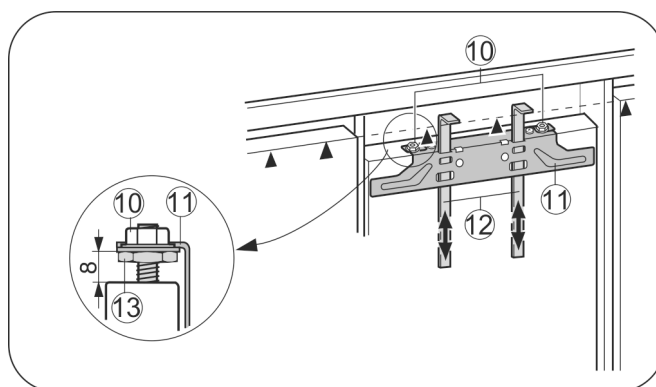

Fig. 17
- ▶ Montagehulpstukken Fig. 17 (12) op kastdeurhoogte omhoog schuiven. Onderste aanslagkant ▲ van het montagehulpstuk = onderkant van de aan te brengen kastdeur.
- ▶ Bevestigingsdwarsstrip Fig. 17 (11) via de contraoeren Fig. 17 (10) losschroeven.